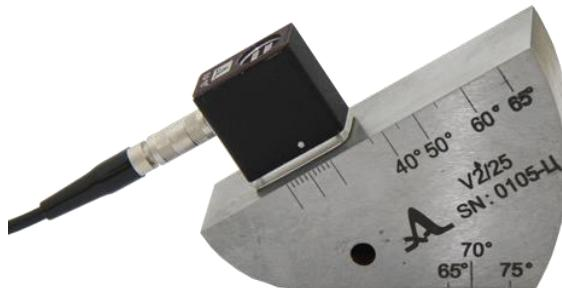
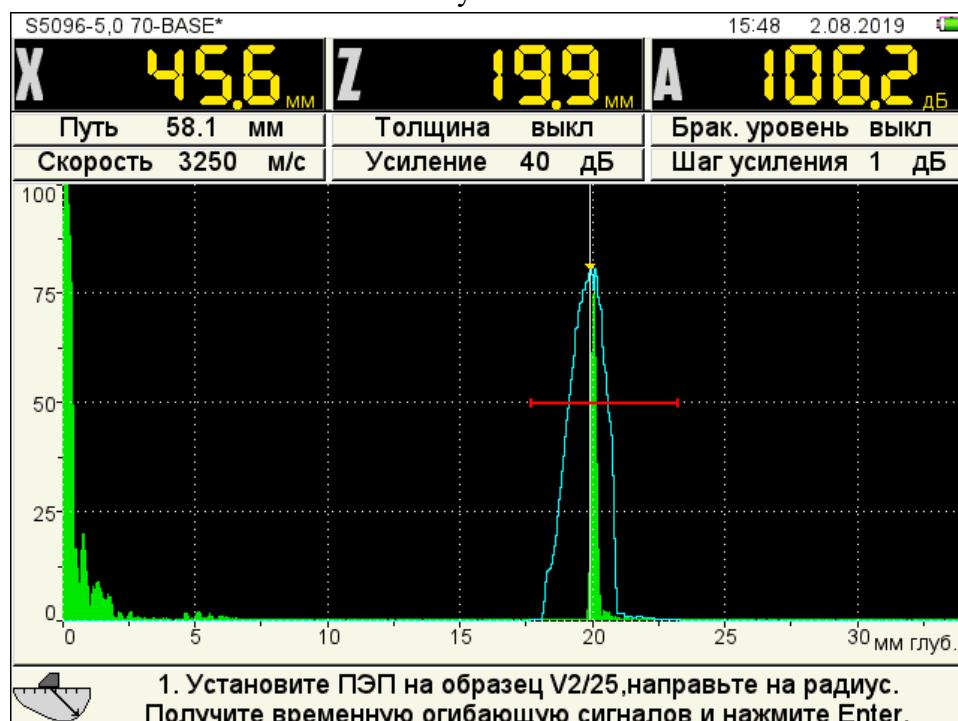

Рисунок 42
Рисунок 43
- для определения задержки в призме преобразователя просканировать радиусную часть (R50) образца V2/25 со стороны длинной грани (рисунок 42), получить временную огибающую сигналов (рисунок 43) и нажать клавишу;